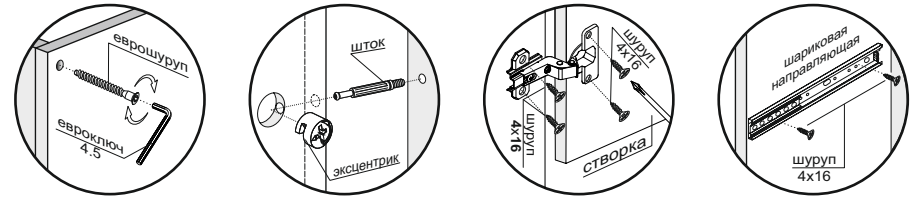

Рис.1
1. К боковине (1) и поперечине (3) прикрутить направляющие шурупами 4x16 (рис.1).
2. Поперечины (3,4) соединить со стяжкой (7) еврошурупами (рис.1).
3. Стяжку (8) соединить с боковиной (2) и поперечиной (7) эксцентриками (рис.1).
4. Еврошурупами соединить крышу (6) с боковинами (1,2) и поперечинами (3,4) (рис.1).
5. Вставить в пропилы боковин (1,2) и крыши (6) задние стенки, состоящие из ХДФ (13) и соединительной планки. Затем на собранную часть изделия установить крышу (5), используя шканты и эксцентрики. Замерить диагонали секции (они должны быть равны: +/- 2 мм). Закрепить ХДФ (13) с помощью фиксаторов с шурупами, соединителей ХДФ и гвоздей 2x20.
6. Сборка основания изделия: Шурупами 3x16 прикрутить подпятники к планкам (9,10). Соединить планки (9,10) сначала между собой, затем с крышей (6) еврошурупами. Прикрутить опоры к крыше (6) шурупами 4x16 П/Ш. Оптимальное расстояние крепления опоры 50 мм от каждого края крыши (6) до первого отверстия в опоре (рис.1).
8. К стяжке (8) по наметкам прикрутить отталкиватель для дверей шурупами 4x16 (рис.1).
9. **Только после окончательной сборки** изделия шурупами 4x16 прикрутить петли без доводчика к створке (15) и петли с доводчиком к створке (16) (рис.1). Навесить створки (15,16) на короб тумбы. Отрегулировать петли.
10. Прикрутить ручку к створке (15) винтом М4x22. Оставшееся техническое отверстие заглушить заглушкой d5 (рис.1).